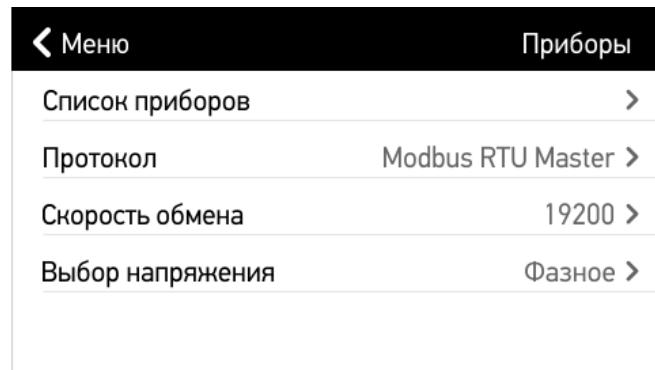

Рисунок 4.25. «Настройки» -&gt; «Приборы»
- «**Приборы**» содержит информацию обо всех записанных в модуль индикации измерительных приборах и протоколе взаимодействия между ними (рис. 4.25).